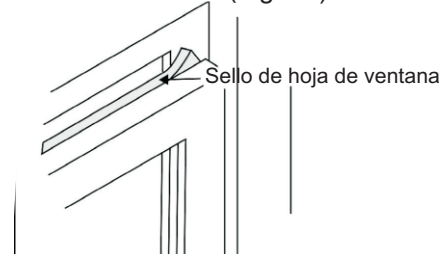

Fig. 18
1. Corte el sello de hoja para encajar con el ancho de ventana. Inserte en el espacio entre las hojas superiores e inferiores (Fig. 18).